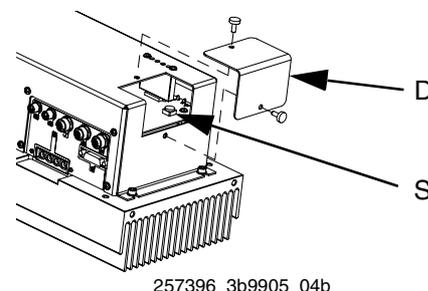

FIG. 9
Le module de commande du moteur utilise un sélecteur à 8 positions (S) afin de définir la pression maximum de service du système. Consultez la FIG. 9.
2. Retirez le capot d'accès (D). Consultez la FIG. 9.
3. Sélectionnez le commutateur de sélection (S).
4. Installez le capot d'accès (D).